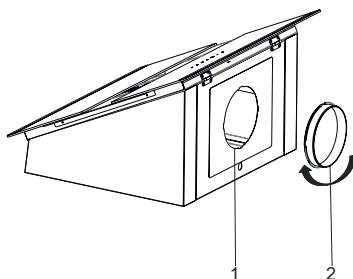

Fig. 12
3. ▶ Påsæt Ø150mm aftræksstuds på adapterpladen og drej den fast(Fig. 12).